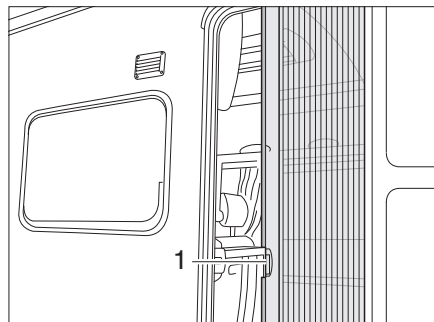

Fig. 46 Protezione contro gli insetti
*Apertura:* ■ Estrarre completamente la protezione contro gli insetti mediante la maniglia (Fig. 46,1).
*Chiusura:* ■ Far rientrare la protezione contro gli insetti mediante la maniglia (Fig. 46,1).